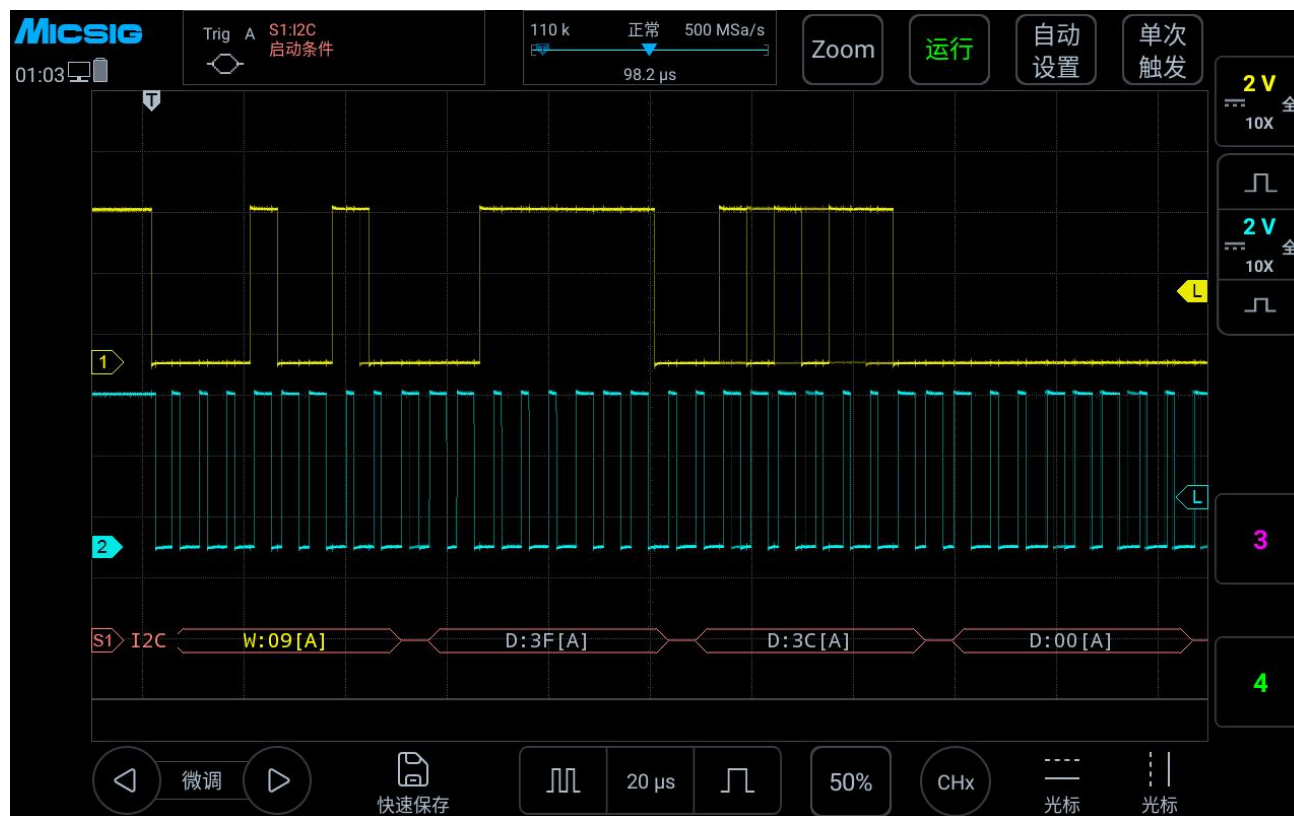

图 13-24 I2C 图形界面
- (1) 轻点 S1 打开解码通道, 再次点击 S1 打开总线配置菜单;
- (2) 选择总线类型为“I2C”, 打开总线设置菜单, 点选时钟 SCL 为 Ch2 通道;
- (3) 打开触发方式配置菜单, 在触摸屏上点选“启动条件”;
- (4) 依据信号幅值设置 2 个通道的阈值电平; I2C 触发图形界面见图 13-24: